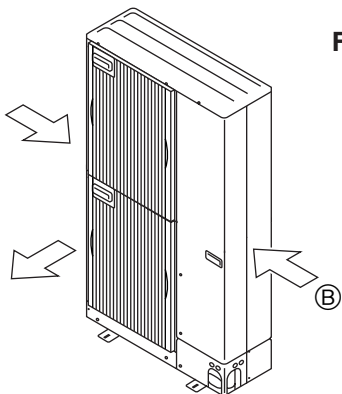

Fig. 3-4
- ③ 尽可能将机组安置在送风口垂直于季候风方向的地方。（Fig. 3-4）